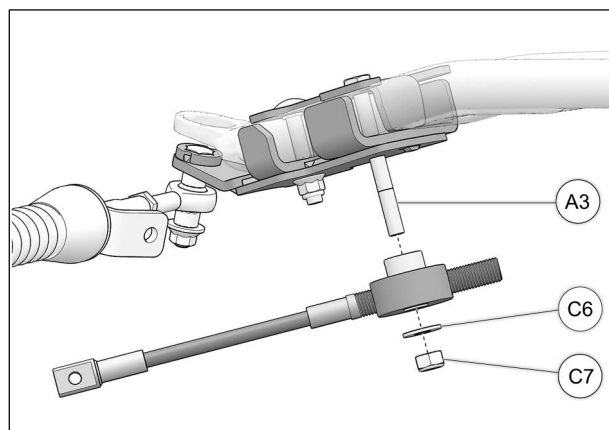

Fig. 23
14. Positionner le câble limiteur de conduite assemblé sous l'ancrage et installer au boulon (**A3**) inséré à l'étape 5. Utiliser la rondelle (**C6**) et l'écrou (**C7**) pour fixer le câble limiteur de conduite en place. Serrer l'écrou à 50 Nm [37 lb•pi]. Voir Fig. 23